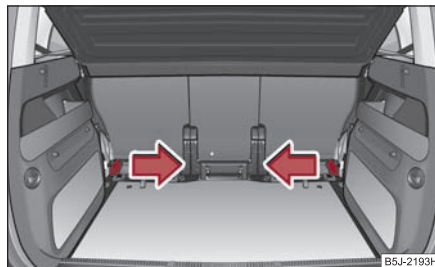

Fig. 87 Coffre à bagages:
- Attrapez la clavette de fixation ⇒ page 78, fig. 87 et sortez-la en la tirant dans le sens de la flèche. Procédez de la même façon pour déposer la clavette de fixation de l'autre côté du coffre à bagages.